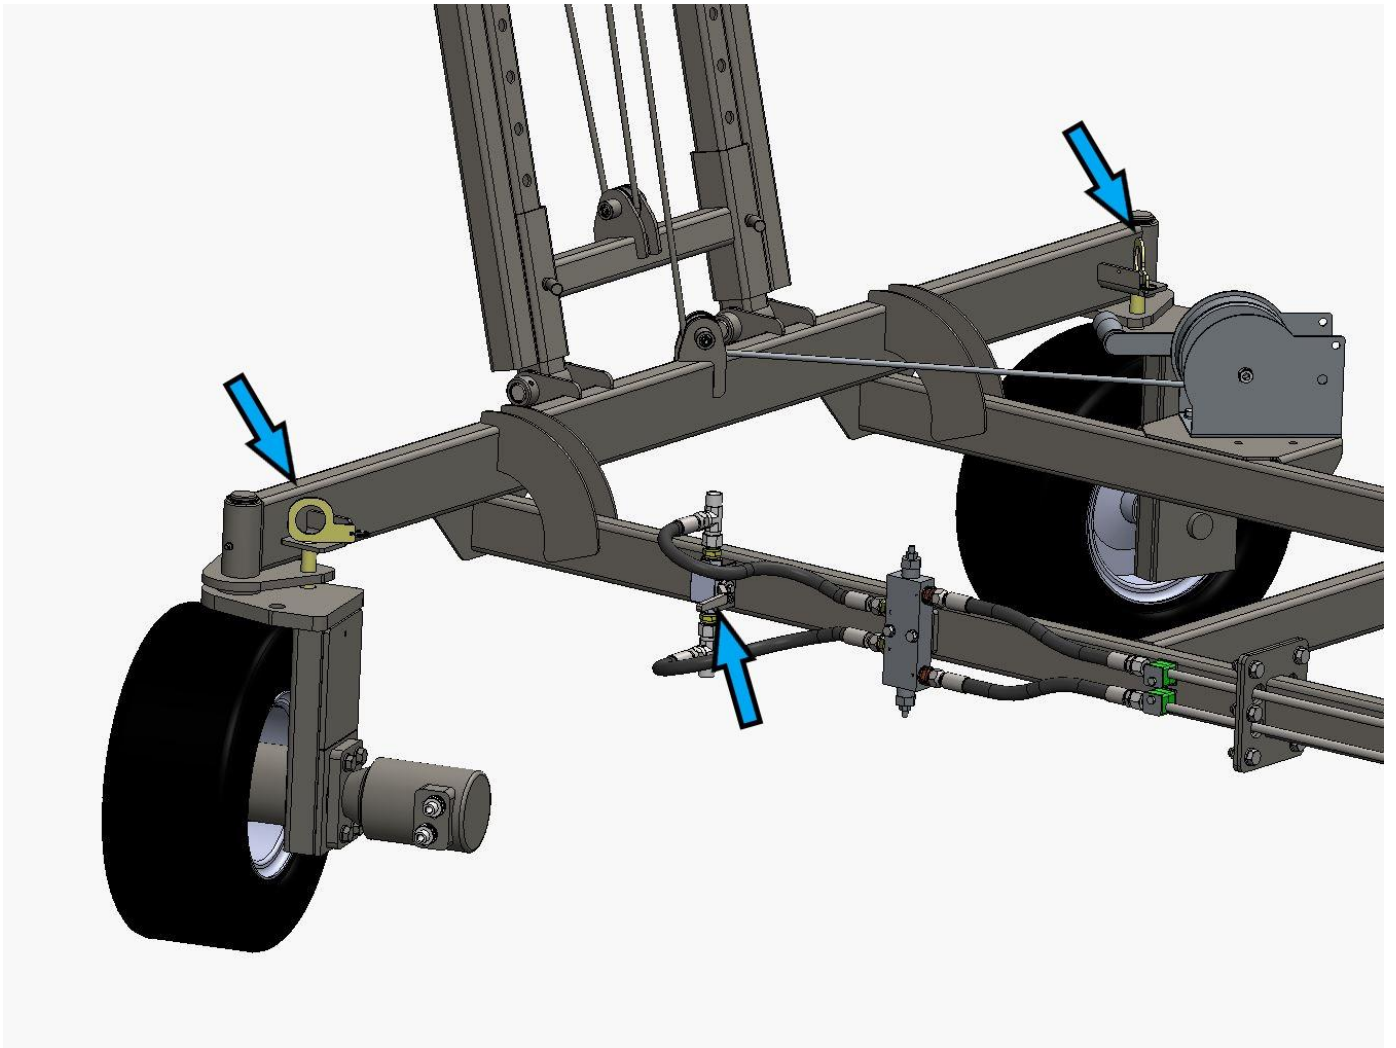

Рис. 5.
1. Поднимите стопорные штифты (рис. 5) в верхнее положение и поверните колеса в нужное положение, как показано на рис. 5.
3. Поверните кран, показанный стрелкой на рис. 5, в горизонтальное положение, позволяя гидравлическому маслу течь в тяговый двигатель колеса.